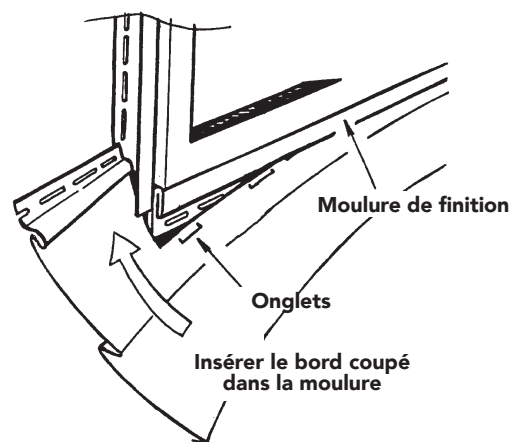

Figure 41
- Poser le panneau; veiller à l'emboîter fermement sur la moulure de finition (Figure 41).